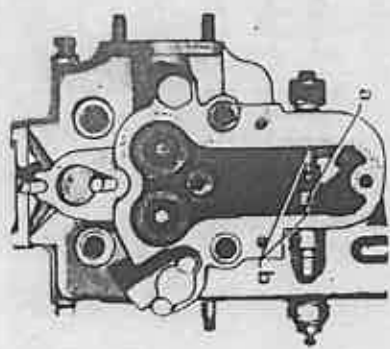

Fig. B 3
- A l'aide d'un chasse-goupille, chasser la goupille (a fig. B 3) de fixation de l'engrenage de commande de décompression.
- Using a punch, drive out the pin (a fig. B 3) fixing the decompression control gear.